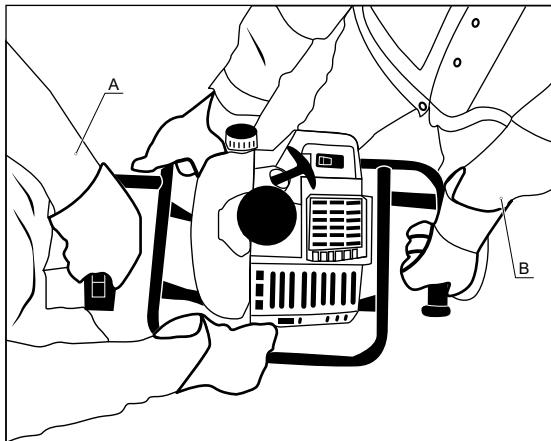

Рис. 8
7. Бурение скважин диаметром более 150 мм или глубиной более 1 м рекомендуется проводить вдвое, силами оператора и помощника. Оператор (A) направляет мотобур (рис. 8), удерживая его за рукоятку с курком газа и раму. Помощник (B) помогает ему и направляет мотобур, удерживая его за другую рукоятку и раму, находясь с противоположной стороны.